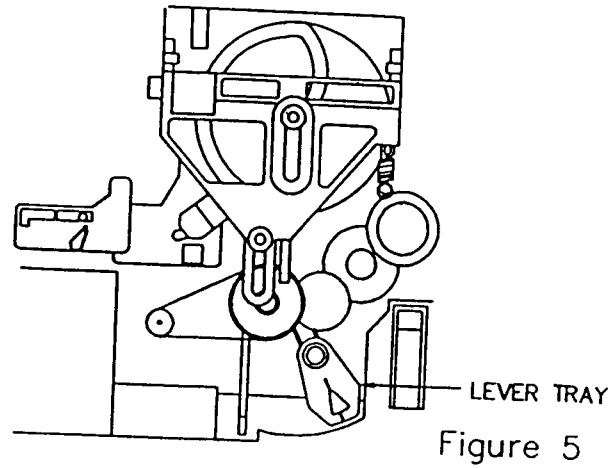

Figure 5
- 1) LEVER TRAY が figure 5 の位置で、CD 効が下がっていることを確認する。
- 1) Confirm that LEVER TRAY is at the most right position in order for the CD Mechanism to be in the down position. (figure 5)